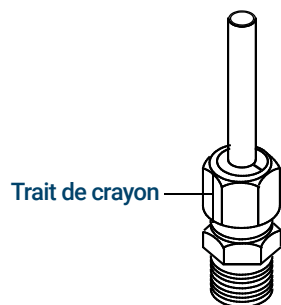

Figure 55. Marquer le raccord
- 7 Faites une marque au crayon sur l'écrou. Voir la section **Figure 55**.